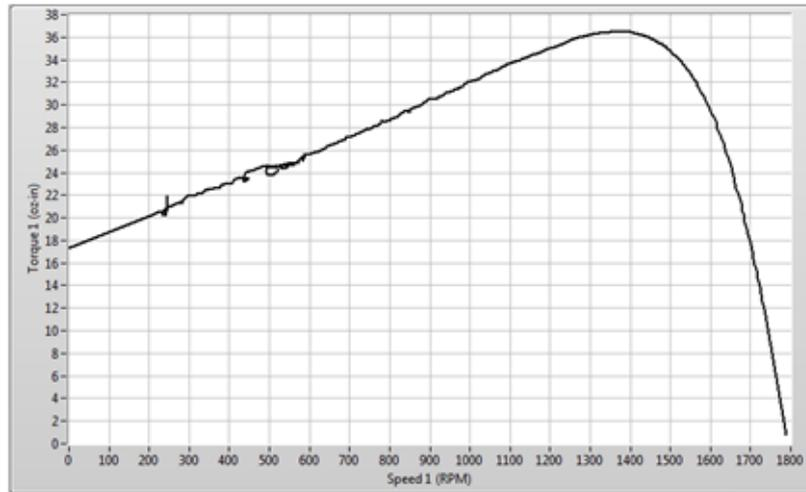

Bild A-7 Kurve bei Beendigung einer Rampenprüfung mit tiefer Drehzahl
*Bild A-7* Kurve bei Beendigung einer Rampenprüfung mit tiefer Drehzahl zeigt, wie eine Rampenprüfung mit einer tiefen Drehzahl von beispielsweise  $200 \text{ Umin}^{-1}$  zu Ende geht. Die Instabilität des Motors bei  $500 \text{ Umin}^{-1}$  ist klar ersichtlich, wie diejenige bei  $200 \text{ Umin}^{-1}$  bei einer Rampeninversion. Bei tiefen Drehzahlen generiert der Standardgeber mit seinen 60 Impulsen pro Umdrehung nicht genügend Informationen, um den Controller im Closed Loop-Modus korrekt betreiben zu können. Sollte man diesen Teil der Kurve nicht benötigen, wird abgeraten, die Prüfung bei sehr tiefen Drehzahlen durchzuführen.